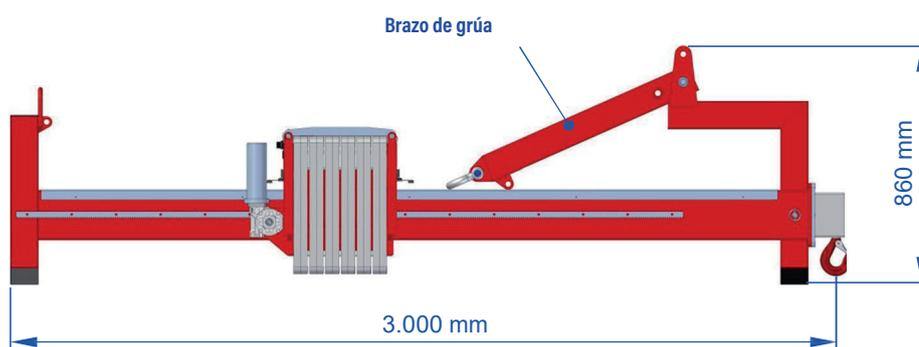

Fig. 4: Almacenamiento del equilibrador de contrapeso
- Coloque el carro en la posición que se muestra en la fig. 4
- Pliegue el brazo de la grúa en la posición que se muestra en la fig. 4.
- Si el brazo de la grúa está en posición de transporte (ver fig. 4), muévalo a la posición que se muestra en la figura 7 realizando los siguientes pasos: